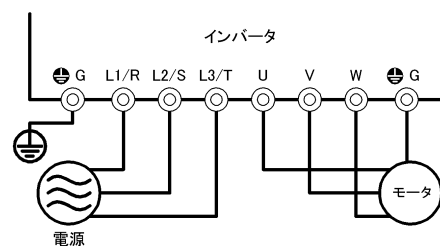

図 4.2 主回路端子の接続図
- (1) 主電源入力端子 (L1/R, L2/S, L3/T)、インバータ出力端子 (U, V, W) およびインバータ接地端子 (⚡G) は正しく接続されていますか。(図 4.2 参照)